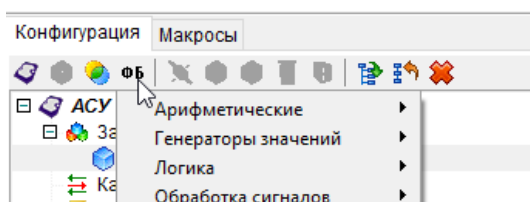

Рис. 5.6. Добавление ФБ с помощью панели инструментов конфигурации
2. Кнопка **ФБ** Добавить функциональный блок на панели инструментов конфигурации (рис. 5.6).